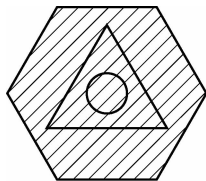

图 3-21 忽略
③“忽略”单选按钮。忽略所有内部对象,填充图案时将通过这些对象。其填充效果如图 3-21 所示。